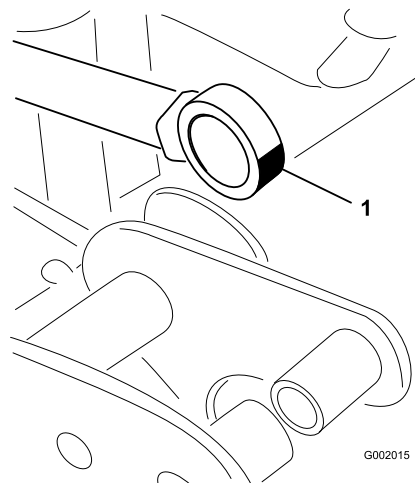

Figura 46
5. Manipule a extremidade do rolamento da barra do accionador e aplique massa lubrificante no rolamento (Figura 46). Limpe a massa lubrificante em excesso.